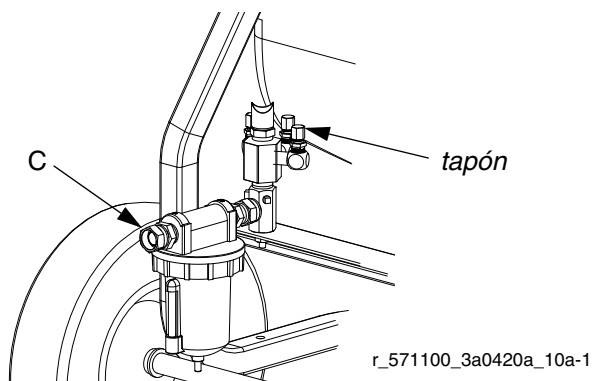

FIG. 8
2. Retire los tapones según sea necesario para las mangueras de aire de la bomba de disolvente y la bomba de suministro. Consulte las instrucciones de puesta en marcha en los manuales de las bombas. Consulte la FIG. 8.